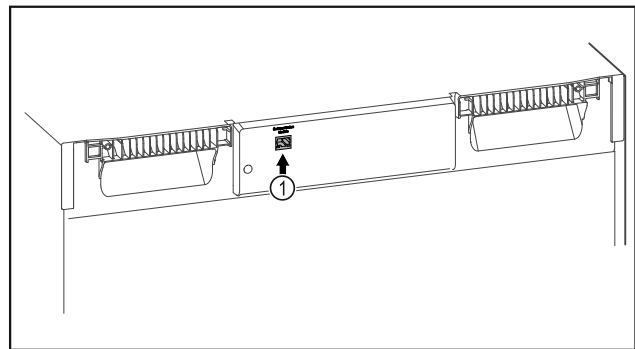

Fig. 95
- Le SmartModule Fig. 95 (1) est en place.